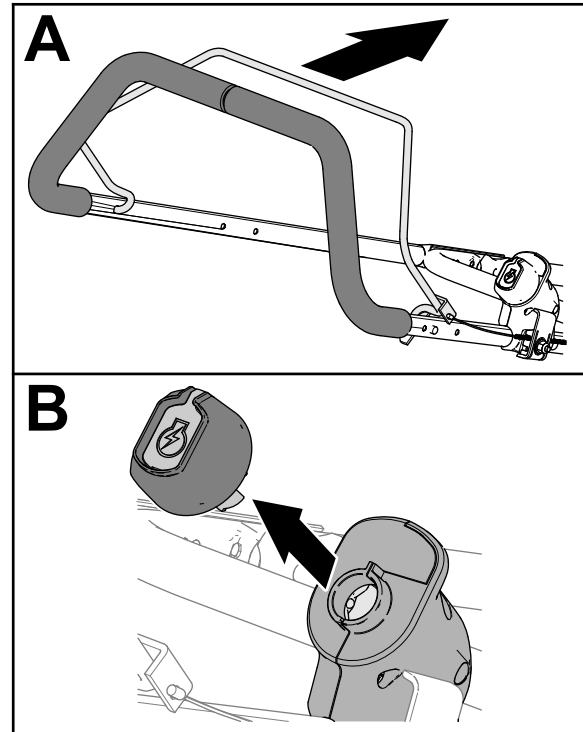

Figura 17
1. Libere la barra de presencia del operador (Figura 17).